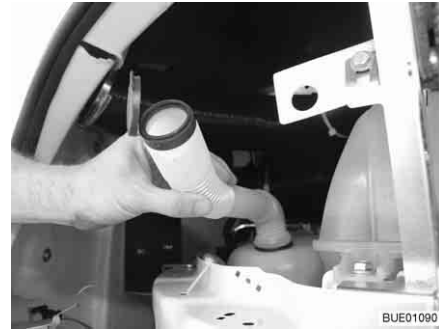

Bild 44 Einfüllstutzen in Füllposition
- Den flexiblen Schlauch so drehen, dass die Einfüllöffnung nach oben zeigt (Bild 44).